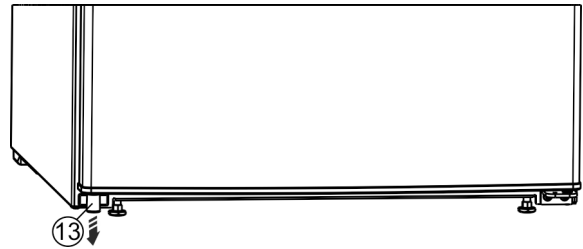

Fig. 12 *
- ▶ Извлеките из двери распорную деталь Fig. 12 (13) вниз слева.*